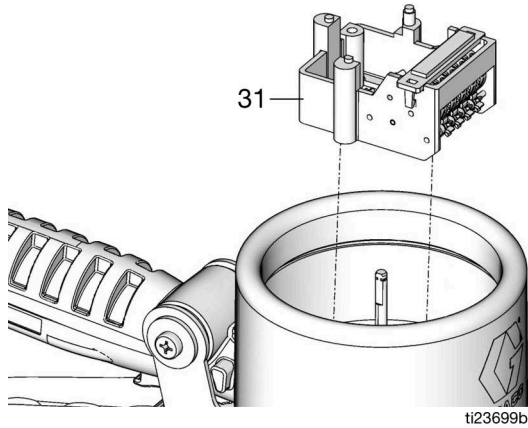

FIG. 19
7. Déposer tout l'ensemble du compteur (31) (FIG. 19).